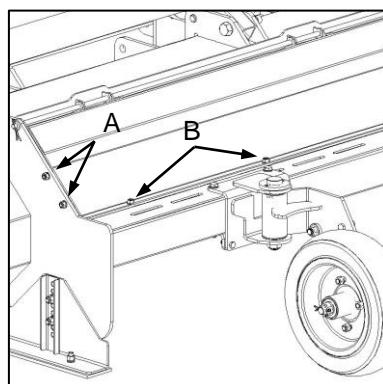

Fig. 3
- ✓ Remove all bolts retaining the discharge chute (Fig. 3-A / B).
- ✓ Verwyder alle boute wat die afvoergeut in posisie hou (Fig. 3-A / B).